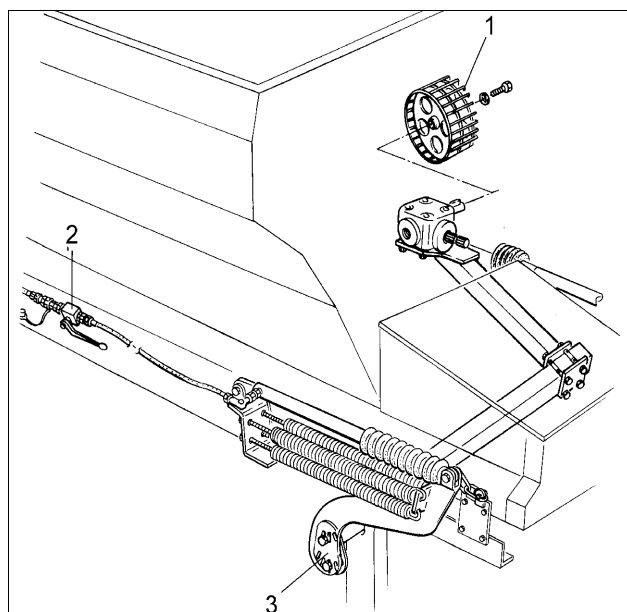

Fig. 74
2. Hydraulik-Anschluss (Fig. 74/2) an einem einfach wirkenden Steuerventil des Schleppers anschließen.